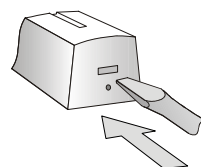

Abb. 1
- Öffnen Sie das Gehäuse des Melders (durch Eindrücken des Schnappverschlusses, siehe Abb. 1).